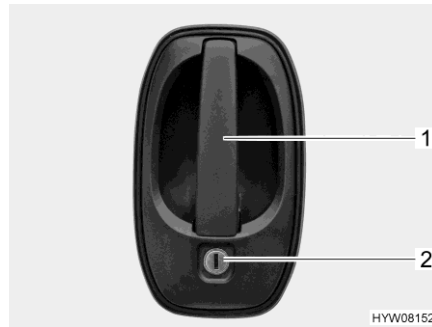

Bild 36 Tüschloss (Fahrertür/Wohnraumbür außen)
- Schlüssel in Schließzylinder (Bild 36,2) stecken und drehen, bis das Tüschloss entriegelt ist.
- Am Türgriff (Bild 36,1) ziehen. Die Tür ist geöffnet.
- Schlüssel in Schließzylinder (Bild 36,2) stecken und drehen, bis das Tüschloss verriegelt ist.